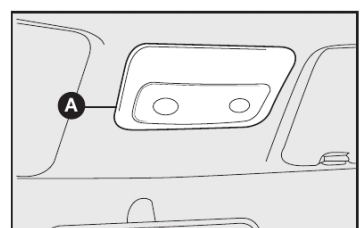
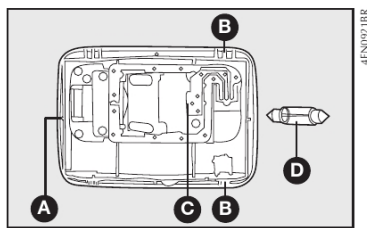

fig. 40
fig. 41
CONJUNTO DA LUZ INTERNA - figs. 40 e 41
- com uma chave de fenda no ponto **A-fig. 40**, remover o conjunto da luz interna montada a pressão pelas travas **B-fig. 41**.
- retirar o refletor recolocando a nova lâmpada na sede **C-fig. 41** e substituir a lâmpada cilíndrica **D**.